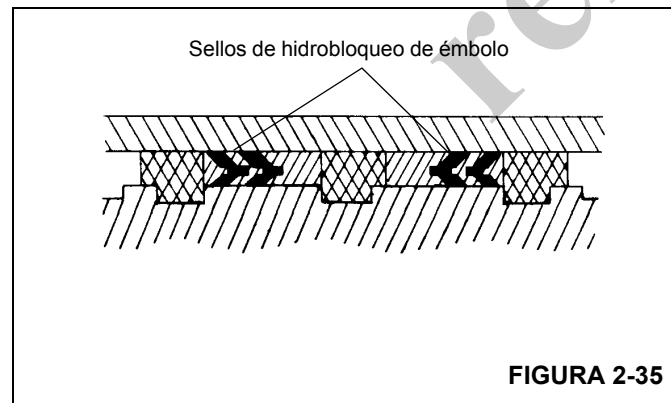

FIGURA 2-35
15. Instale los sellos de hidrobloqueo en el émbolo (Figura 2-35).